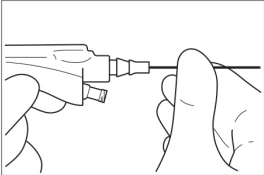

Figura 2
- Carregue a fibra no lúmen funcional de XprESS (Figura 2).